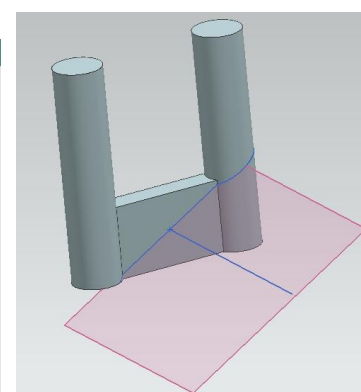

рис.65
- На рис.65 показано, что если изменить *угол построения* вспомогательной плоскости, то изменится и *форма линии пересечения*! Но только в том случае, если была соблюдена цепочка опций «Ассоциативно».